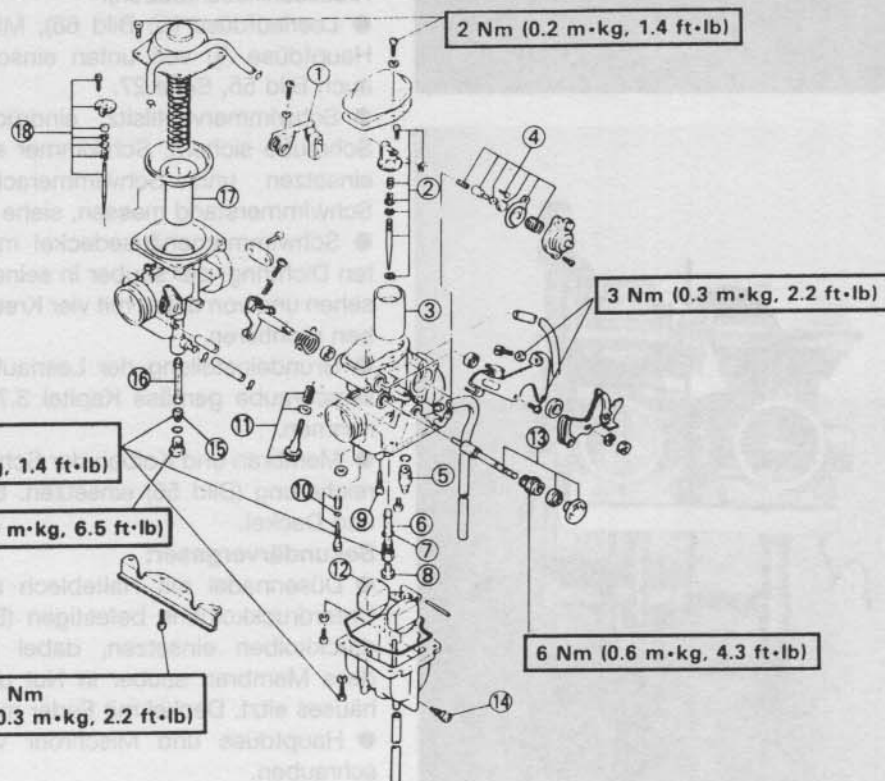

Bild 65
- Leicht gefetteten Chokekolben mit Kolbenmutter (13, Bild 65) in Gehäuse eindrehen (6 Nm).